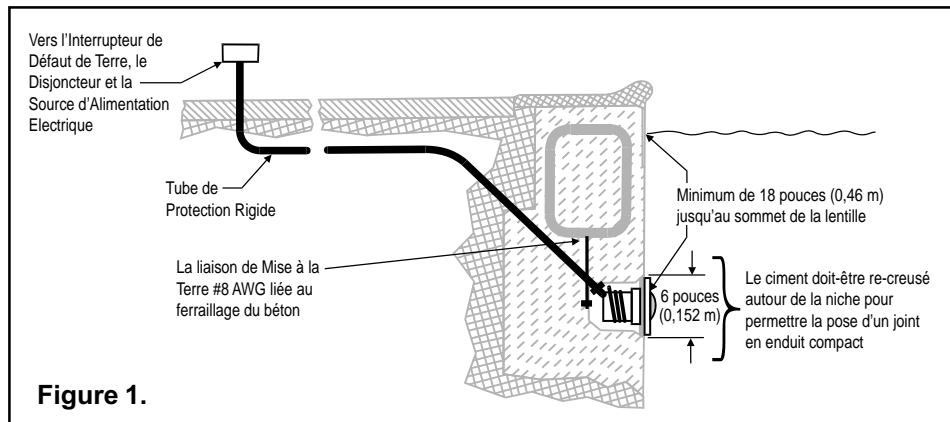

Figure 1.
A. Etapes préparatoires devant être complétées par un électricien avant que le dispositif d'éclairage ne soit installé ; voir Figure 1.
1. Passer le câble par le tube protecteur vers la boîte de jonction, en enroulant au moins 4 pieds (1.22 m) de câble autour de la lampe; voir Figure 1. Ces 4 pieds (1.22 m) de câble enroulés autour de la lampe permettent d'intervenir sur cette lampe une fois la piscine remplie d'eau.
5. Laisser au moins 4 pieds (1.22 m) de câble à enrouler autour du dispositif d'éclairage ; voir Figure 1. Ces 4 pieds de câble enroulés autour de la lampe permettent d'intervenir sur la lampe une fois la piscine remplie d'eau.